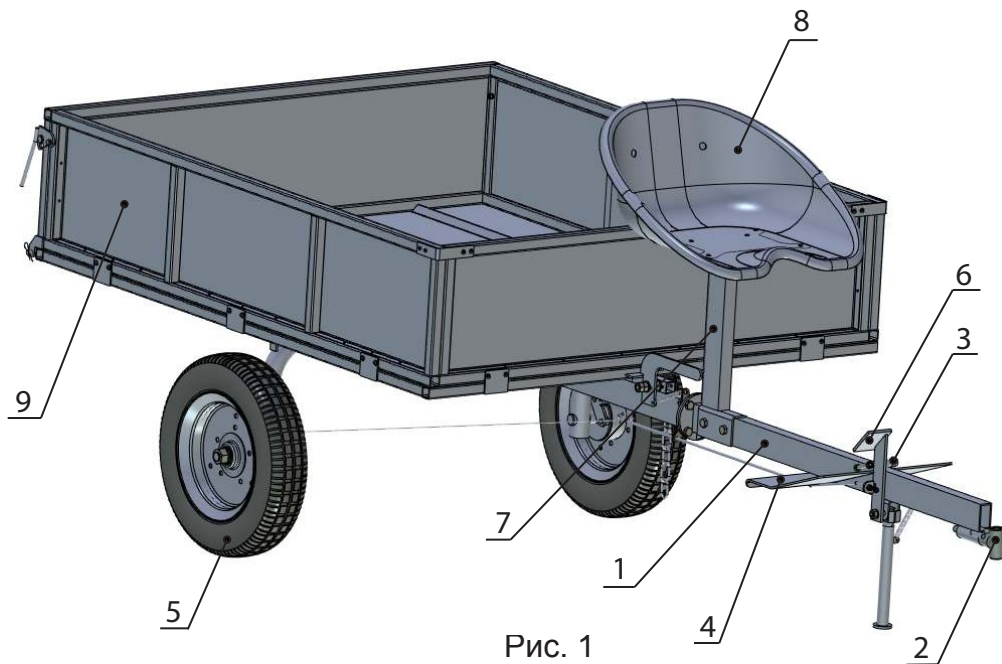

Рис. 1
3.1 Тележка прицепная ТПМ-П одноосная, не подрессорена, общий вид тележки предствлен на рис. 1. Кузов (9), опрокидывающийся (вручную) металлический с открывающимся, съемным задним бортом. Перед передним бортом устанавливается сидение(8) для оператора. Рама (1) представляет собой сварную конструкцию из труб прямоугольного сечения и состоит из двух частей, соединенных между собой болтами. В передней части устанавливается сцепка (2) для соединения с мотоблоком через шкворень (входит в комплект мотоблока). Сцепка свободно поворачивается относительно продольной оси, поворот ограничивается пальцем и упорами. На раме установлены: стойка (7), подножка (4), фиксатор стояночного тормоза (3). Торможение тележки в процессе движения осуществляется педалью тормоза (6).